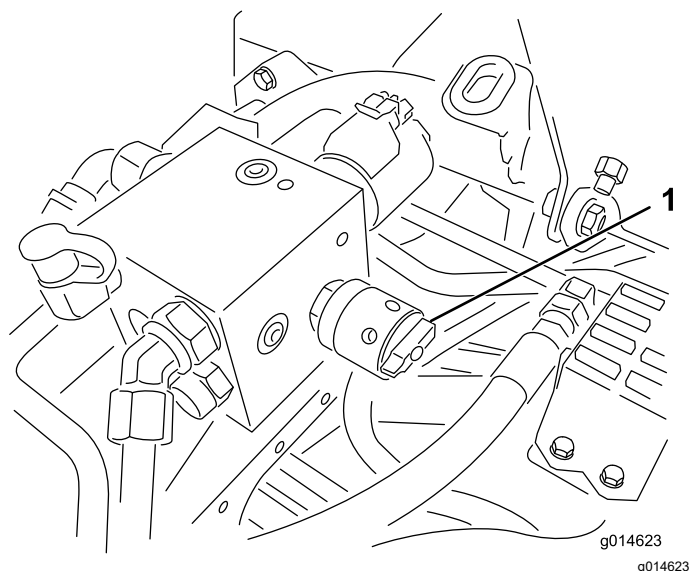

Bild 54
6. Drehen Sie den Spindeldrehzahlregler auf die Einstellung 1 (Bild 54).
4. Drehen Sie zum Einstellen der Spindeldrehzahl das Handrad (Bild 54), bis die Anzeigepfeile auf die Nummer zeigen, die der gewünschten Einstellung entspricht, die Sie in Schritt 3 ermittelt haben.